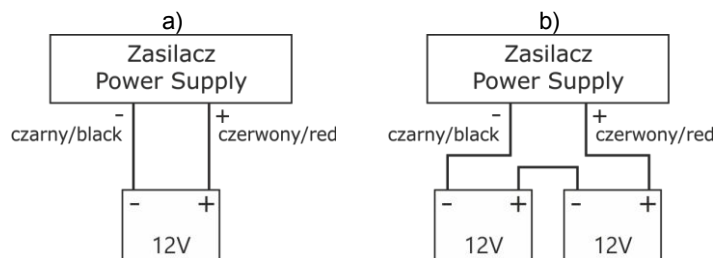

Abb. 3 Anschluss der Batterien je nach Spannungsversion des Netzteils:
6. Setzen Sie die Batterie in das Batteriefach des Gehäuses ein. Verbinden Sie die Batterien mit dem Netzteil und achten Sie dabei besonders auf die richtige Polarität und Art der Anschlüsse (Abb. 3):